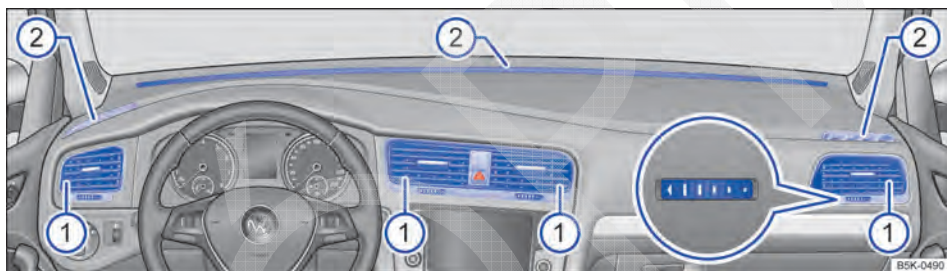

Fig. 114 No painel de instrumentos: difusores de ar.
Para que uma potência de aquecimento, uma refrigeração e uma entrada de ar suficientes sejam atingidas no interior do veículo, os difusores de ar → Fig. 114 **①** devem permanecer abertos.